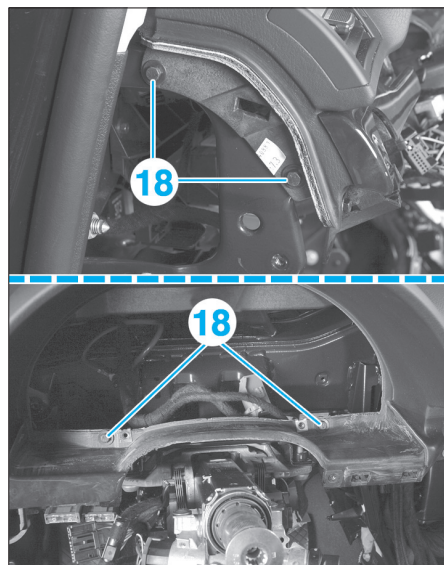

Fig. 26
- Déposer les vis de fixation (18) (Fig.26).